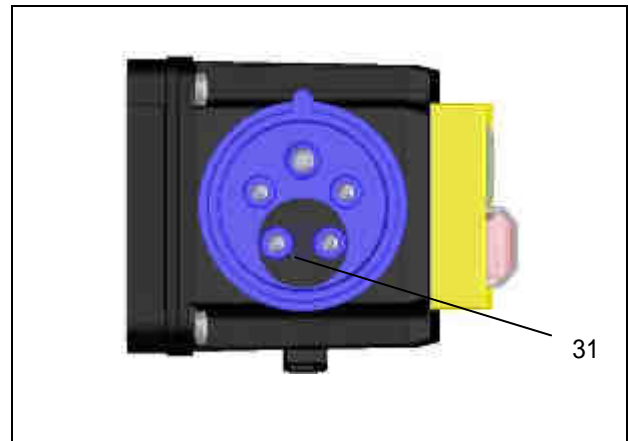

Bild 5: Phasenwender (nur TH3005D)
4. Den Phasenwender (nur TH3005D) (→Bild 5, [31]) im Netzanschluss mit einem geeigneten Schraubendreher um 180° drehen.